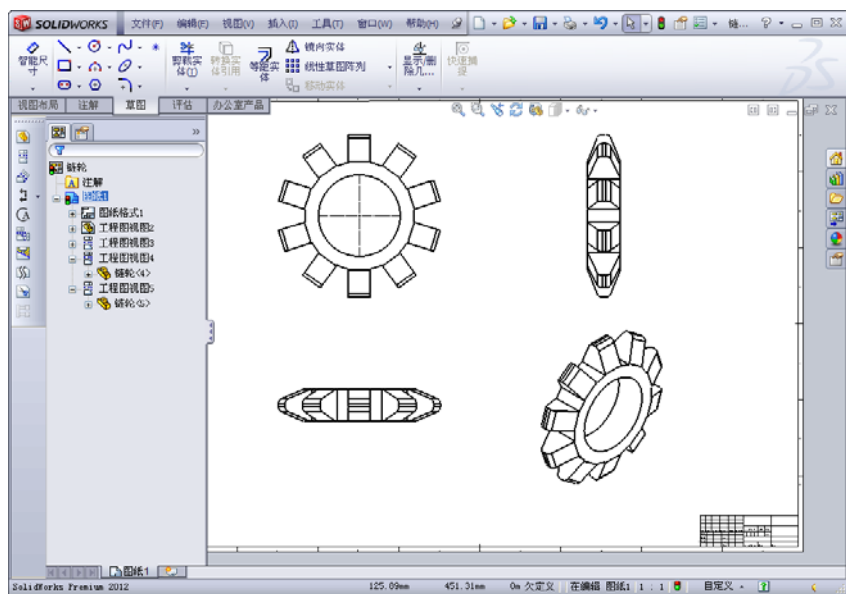

图 12-7 放置模型视图
- (1) 单击“工程图”工具栏中的（模型视图）按钮，或选择菜单栏中的“插入”→“工程视图”→“模型视图”命令。
- (2) 和生成标准三视图中选择模型的方法一样，在零件或装配体文件中选择一个模型。
- (3) 当回到工程图文件中时，光标指针变为形状，用光标拖动一个视图方框表示模型视图的大小。
- (4) 在“模型视图”属性管理器的“方向”选项组中选择视图的投影方向。
- (5) 在工程图中适当位置单击鼠标左键，放置模型视图，如图 12-7 所示。